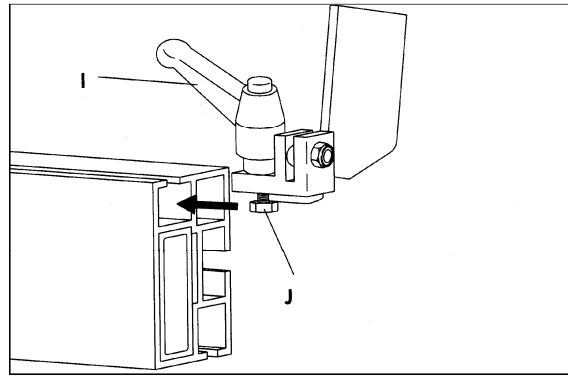

Рисунок 13
3. Ослабьте фиксатор (I, рис. 13) и вставьте гайку (J, рис. 13) узла стопора заготовки в канал на конце упора, как показано на рисунке.
4. Продвиньте стопор заготовки на требуемое место и затяните фиксатор (I, рис. 13).